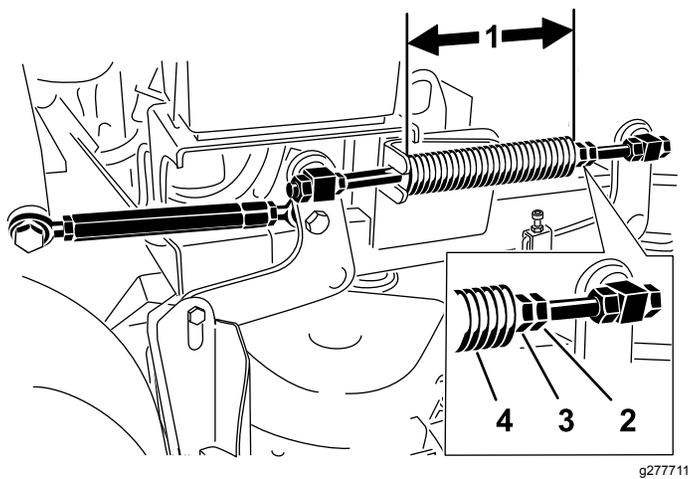

Рисунок 84
Примечание: Номинальная длина составляет 28,2 см для дек газонокосилок 91 см (36 дюймов) и 25,7 см для дек газонокосилок 102 см (40 дюймов) (Рисунок 84).
3. Отрегулируйте эту длину, ослабив контргайку пружины и поворачивая переднюю гайку каждой пружины (Рисунок 84).
4. Зафиксируйте эту гайку на месте, затянув контргайку пружины (Рисунок 84).